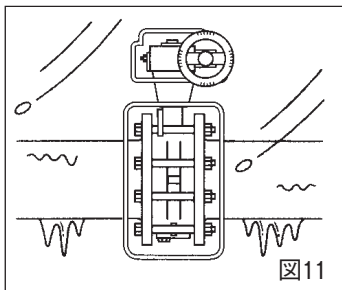

図11
- T. 粉塵、低・高温(−10℃以下・60℃以上)、凍結、降雪などの環境下での使用される場合は弊社にお問い合わせください。(図11)